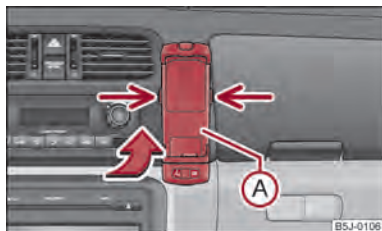

Fig. 93 Preparación universal para el teléfono
- Introducir primero el adaptador (A) en el soporte en sentido de la flecha ⇒ fig. 93 hasta el tope. Presionar ligeramente el adaptador hacia abajo hasta que se enclave de modo seguro.
- Montar el teléfono en el adaptador (A) (según las instrucciones del fabricante).
- Presione los enclavamientos laterales del soporte simultáneamente y retire el teléfono con el adaptador ⇒ fig. 93.